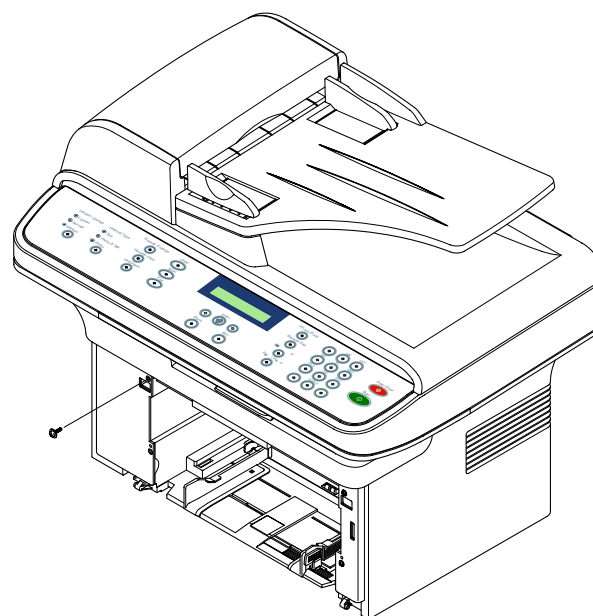

Рисунок 1
3. Выкрутите винт, крепящий левую крышку, рисунок 1.